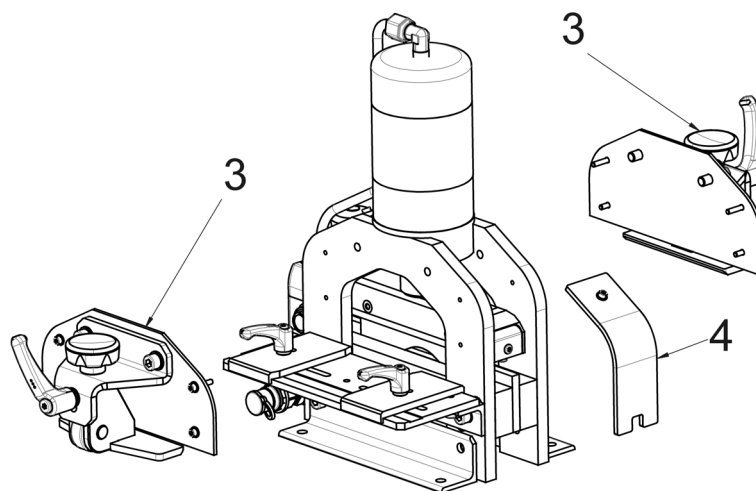

Рис. 11: Демонтаж прижима
- Демонтировать оба прижима (рис. 11, 3) и боковое обзорное окно (рис. 11, 4).
- Затем привинтить прижимы (рис. 11, 3) и обзорное окно (рис. 11, 4) и снова подключить гидравлический шланг.